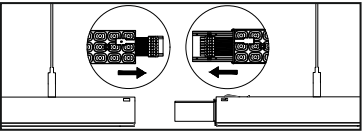

Рис. 3
- 5.12 Осветительные приборы оснащены сквозной проводкой для подключения в линию. Для подключения необходимо сначала соединить электрические разъёмы на втором и последующих приборах между собой, а затем соединить сами осветительные приборы (рис. 3), отрегулировав линию по горизонтали.